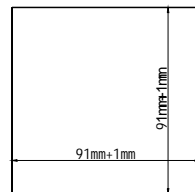

图 5-1
- 1、在仪表柜或安装面板上开出一个矩形切口（见图 5-1）。